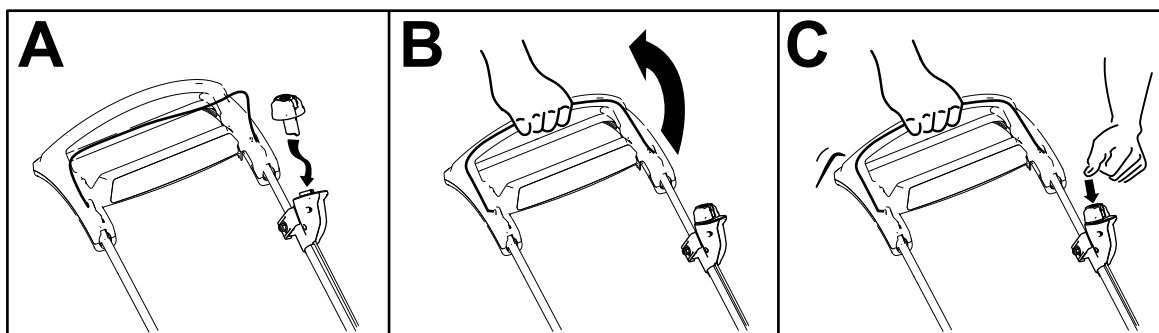

Figura 13
2. Introduzca el botón de arranque eléctrico en el interruptor de arranque eléctrico (Figura 13, A).
3. Apriete la barra de control de la cuchilla contra el manillar durante 2 segundos (Figura 13, B).
4. Pulse el botón de arranque eléctrico y manténgalo pulsado hasta que el motor arranque (Figura 13, C).